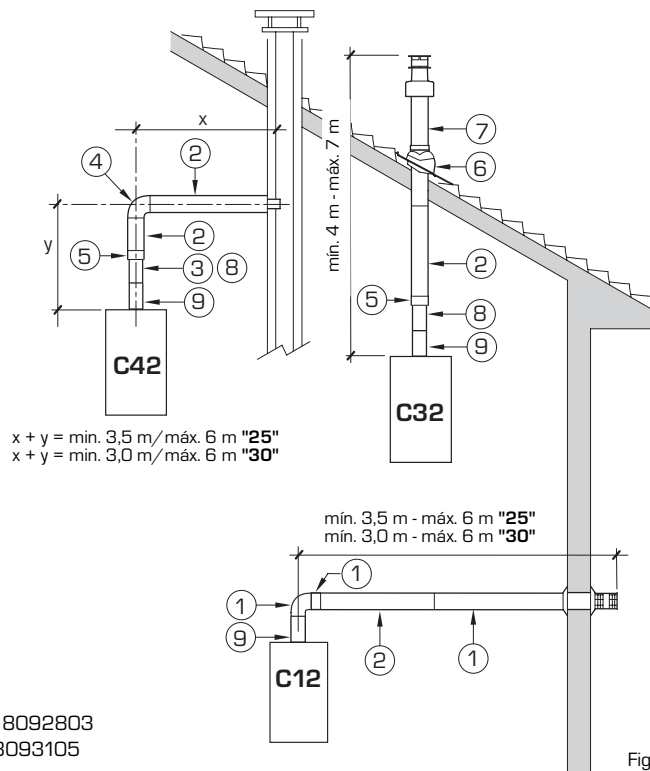

Fig. 9
2.7.3 Accesorios ø 80/125 sólo vers. OPEN DGT -E (fig. 9)
Los esquemas de la fig. 9 ilustran algunos